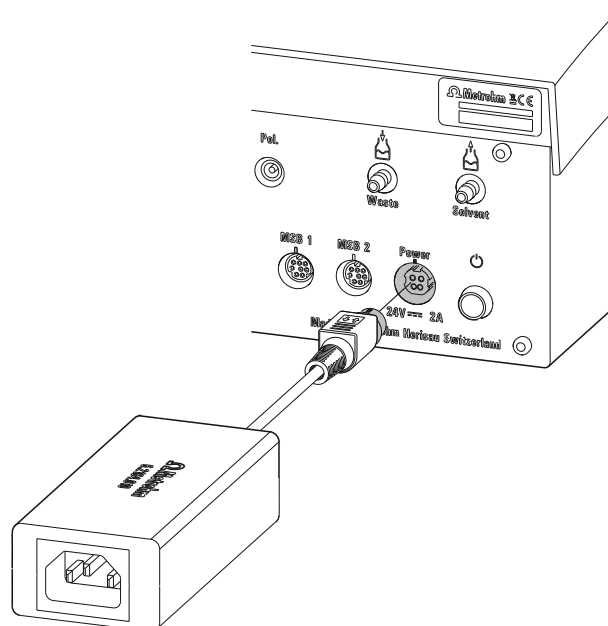

Figure 3 Connecter le bloc d'alimentation
- 1 Relier la fiche du bloc d'alimentation externe à la prise d'alimentation secteur du Ti-Touch (voir Figure 3, page 13).